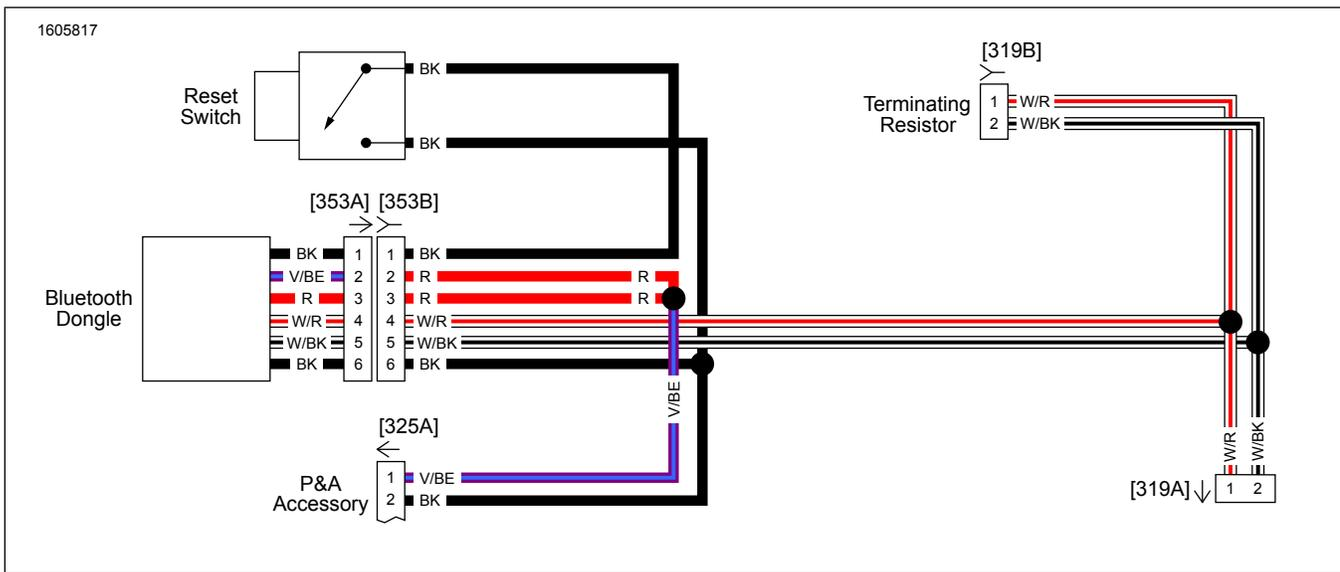

Рисунок 16. Жгут проводов электронного ключа Bluetooth (модели 2017 и более поздних годов выпуска) (стандартный)
1. См. рис. 16. Установите и проложите жгут проводов электронного ключа Bluetooth.
Если Персональный идентификационный номер (PIN) забыт или заблокирован и нуждается в сбросе, нажмите и удерживайте «Подключение или сброс переключателя» (см. Рисунок 16, пункт 3) в течение 3 секунд для сброса PIN-кода. Повторно подключитесь к электронному ключу Bluetooth в H-D Audio App для настройки нового PIN-кода.